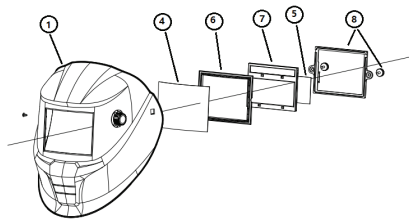

Fig 2
Het plaatsen en verwijderen van nieuwe spatglazen: Het plaatsen van een nieuw uitwendig spatglas ④ lens de filter moet verwijderd worden door de twee schroeven los te schroeven aan de binnen zijde van de helm ⑤. De oude bescherm lens kan nu verwijderd worden en de nieuwe bescherm lens kan geplaatst worden gevolgd door de lens en verduisteringskader. ⑥ ADF ⑦ Inwendige beschermingslens ⑧ en dan het ADF afsluit kader ⑧ Als laatste plaats de twee schroeven (zie fig.2)